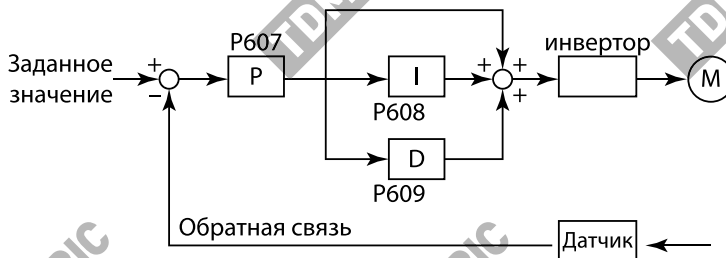

Рисунок 39. Схема PID-регулирования
5. Для устранения колебаний уменьшите дифференциальную компоненту (значение D) (рис. 39).